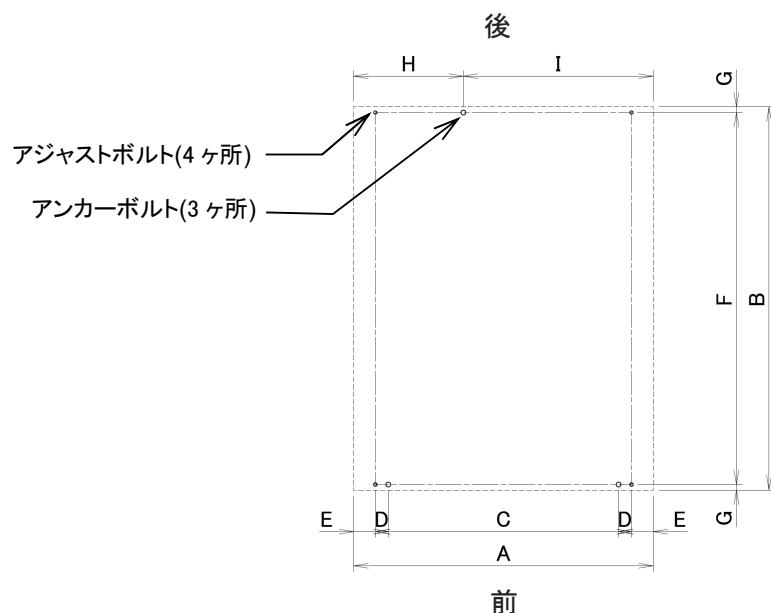

図 4-2
- 機械の据付は、機械自重による床荷重(760kg/m^2)に充分耐えられる所で、かつ、水平な所であれば、特別な基礎工事の必要はなく、簡易基礎にて水平を出し、3 本のアンカーボルトにて固定するだけです。ただし、特に地盤の弱い所は、(図 4-2)を参照の上基礎工事をしてください。また、機械の据付は水平器を用いて、左右は水平にし、機械の前後方向は機械前側が少し上がり気味になるように据付してください。